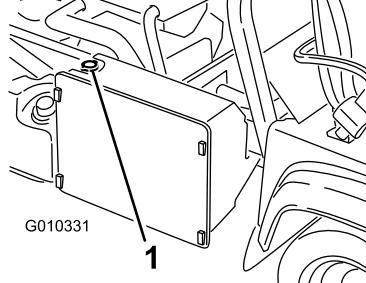

Bild 52
3. Nehmen Sie den Kühlerdeckel ab (Bild 52).
4. Nehmen Sie den Deckel des Überlaufgefäßes ab (Bild 52).
7. Füllen Sie den Kühler auf und schrauben Sie den Deckel auf (Bild 52).